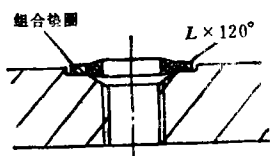

图 5
②接口螺纹倒角设计不合理,造成组合密封圈中的部分或全部密封部位失效(图 5),因而起不到密封作用。改进措施:加深密封